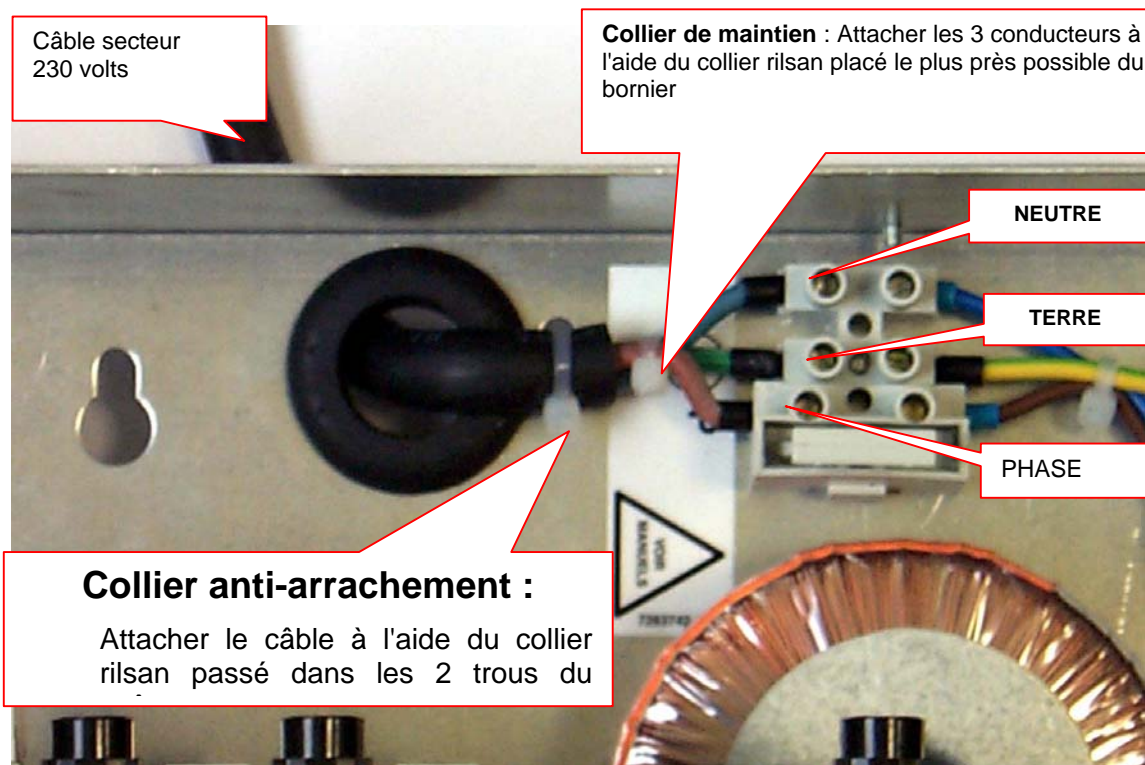

Figure 1 [PH307611] : raccordement du secteur
3. Raccorder le câble secteur sur le bornier (voir Figure 1) :